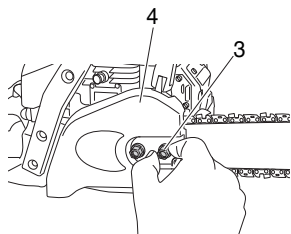

Fig. 3
2. Retirez les écrous de blocage de la barre guide (3). Retirez le carter latéral (4). (Fig. 3)
Puis serrez l'écrou de serrage de la barre guide (3) à la main pour permettre à l'extrémité de la barre guide de bouger facilement vers le haut et le bas. (Fig. 3)